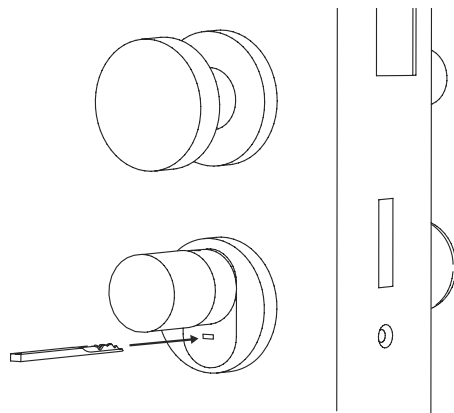

Abb. 11
① Zum Öffnen des Schlosses, klappen Sie den Notschlüssel am Gelenk auf und führen Sie ihn anschließend durch den angedeuteten Schlitz auf der Notschlossabdeckung ein (Abb. 11).
② Drehen Sie den Schlüssel um 90 Grad im Uhrzeigersinn. Drehen Sie dabei eventuell den Außenknauf ein wenig nach links und rechts, um den Mechanismus freizugeben. Das Schloss ist nach spätestens zwei vollen Umdrehungen des Zylinderknaufs geöffnet.
③ Nachdem die Tür geöffnet ist, drehen Sie den Notschlüssel wieder in seine Ausgangsposition zurück (90 Grad gegen den Uhrzeigersinn) und ziehen Sie ihn heraus.
④ Damit der Schließzylinder wieder in seine reguläre Schließposition zurückkehrt, drehen Sie den Außenknauf zwei vollständige Umdrehungen in beide Richtungen. Somit rastet der Mechanismus ein und das Notschloss ist vollständig geschlossen.